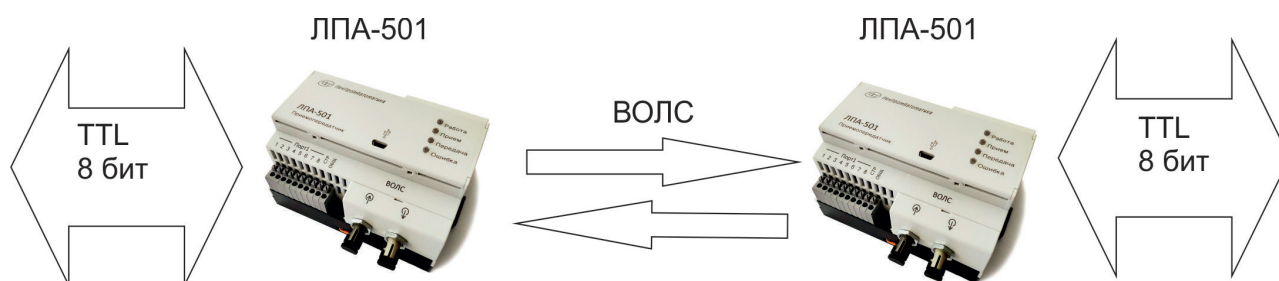

Рис. 3. Схема двунаправленной передачи 8 бит информации
► **двунаправленная передача 8 бит информации** (рис. 3). При двунаправленной передаче пользователь может выбирать исполнения с гальваническим разделением портов, если это требуется, или же свободное конфигурирование направления передачи портов, если гальваническое разделение не востребовано;